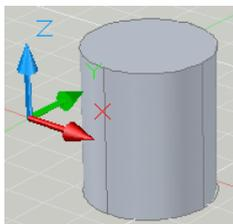

Рис. 11.14 Циліндр
**6 Команда Циліндр**  дозволяє створювати циліндр (рис.11.14). Циліндр створюється аналогічно конусу. Спочатку вказується центр, а потім висота циліндру.